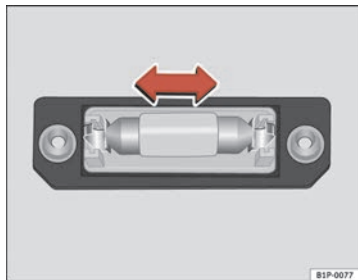

Abb. 179 Kennzeichen-
- Nehmen Sie die Glühlampe in Pfeilrichtung heraus ⇒ Abb. 179.